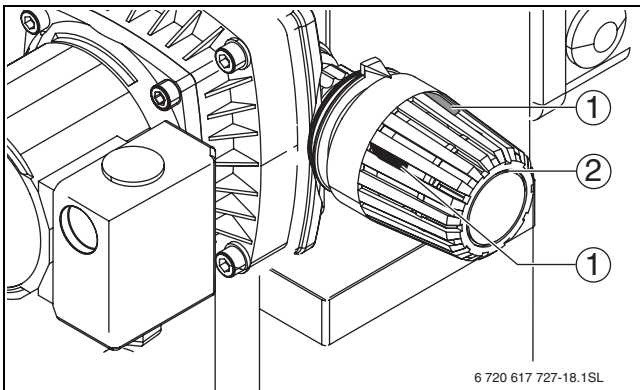

Bild 13 3-Wege-Ventil einstellen
- ▶ Sicherungsstifte am Stellkopf des 3-Wege-Ventils lösen (→ Bild 13, Seite 18).